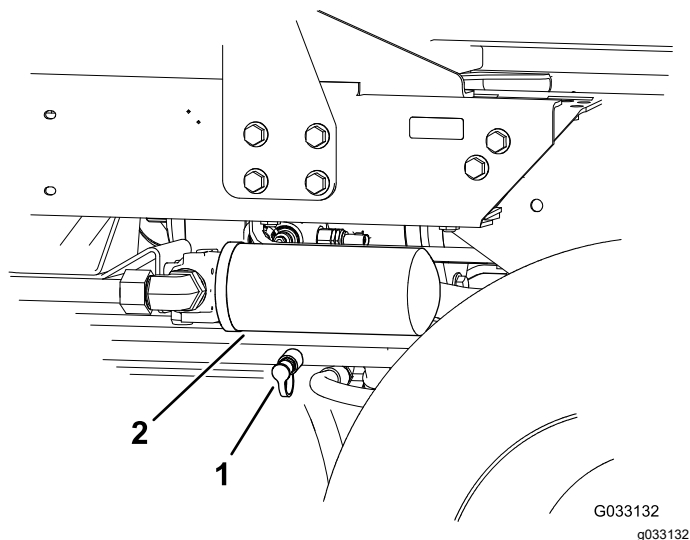

Рисунок 40
2. Подсоедините гидравлический шланг между диагностическими штуцерами, установленными в задний тяговый коллектор и в контрольное отверстие давления обратной тяги (Рисунок 40).